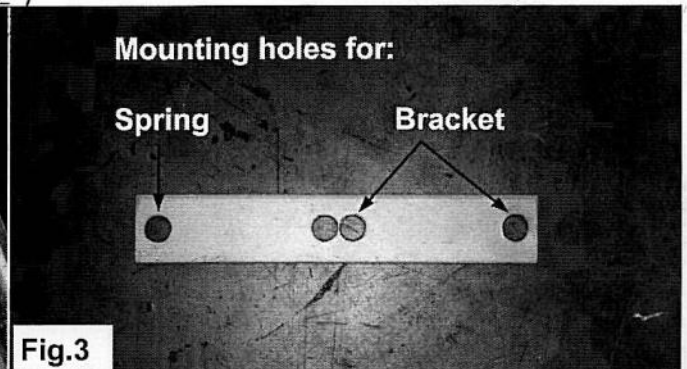

Fig.3
5. Demonteer de buffer 1, plaats de bovenste veerschotel **A** en monteer de buffer weer. Het uitstekende deel van de veerschotel valt in het gat waar het kunststof dopje in zat. Zie Fig. 3.
5. Dismount the bump stop 1, fit the upper springseat **A** and mount back the bump stop. The stick out part of the springseat has to be fitted in the hole where the plastic plug was mounted. See Fig. 3.
5. Demontieren Sie den Puffer 1, montieren Sie den obere Federteller **A** und montieren Sie den Puffer wieder. Das herausstreckende Teil des Federtellers gehört in das Loch woher die Kunststoff Kappe gehörte. Siehe Fig. 3.
5. Démontez le tampon 1, placez la coupelle supérieure **A** et remontez le tampon. La partie saillante de la coupelle vient se loger dans l'orifice qui accueillait le bouchon en plastique. Voir fig. 3.
2. Monteer het LAR plaatje met bout **A** in gat van de originele steun. Zorg ervoor dat het plaatje zover mogelijk naar de voorzijde van de auto staat en dat hij evenwijdig loopt aan de originele steun. Gebruik de aangegeven gaten. Boor nu een gat van 8 mm in het onderste gat en monteer bout **B**. Zie Fig. 3 en 4.
2. Montieren Sie ALB Bügel mit dem Bolzen **A** in dem Loch des originalen Bügels. Achten Sie darauf daß der Bügel so weit wie möglich nach der Hinterseite des Fahrzeugs steht und das der Bügel parallel läuft mit den originalen Bügel. Brauchen Sie die angegebenen Lochen. Bohren Sie ein Loch von 8mm in dem unteren Loch und montieren Sie den Bolzen **B**. Siehe Fig. 3 und 4.
2. Mount the LSV bracket with bolt **A** in the hole of the original bracket. Take care that the LSV bracket is mounted as far as possible to the front of the car and that the LSV bracket is parallel to original bracket. Use the holes as shown on the picture. Drill a 8 mm hole in the lower hole and mount bolt **B**. See Fig. 3 and 4.
2. Montez la plaquette du CFA avec le boulon **A** dans l'orifice du support d'origine. Veillez à ce que la plaquette soit positionnée le plus possible vers l'avant du véhicule et qu'elle soit parallèle au support original. Utilisez les orifices indiqués. Percez à présent un trou de 8 mm dans l'orifice inférieur et montez le boulon **B**. Voir fig. 3 et 4.